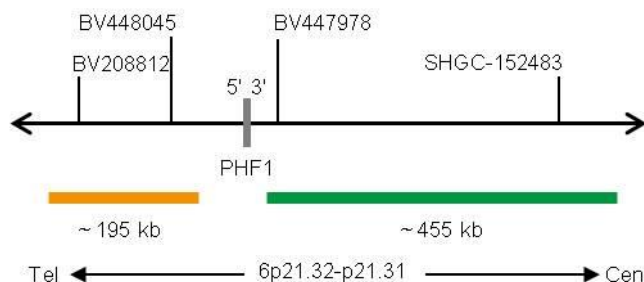

Abb. 1: SPEC PHF1 Sondenlokalisation (nicht maßstabsgetreu)
- ZyGreen (Anregung 503 nm/Emission 528 nm) markierten Polynukleotiden (~10 ng/μl), die gegen Sequenzen in 6p21.31-p21.32* (chr6:33,406,580-33,863,564) gerichtet sind, welche proximal zur PHF1-Bruchpunktregion lokalisiert sind (siehe Abb. 1).
- ZyOrange (Anregung 547 nm/Emission 572 nm) markierten Polynukleotiden (~4,5 ng/μl), die gegen Sequenzen in 6p21.32* (chr6:33,121,529-33,317,357) gerichtet sind, welche distal zur PHF1-Bruchpunktregion lokalisiert sind (siehe Abb. 1).